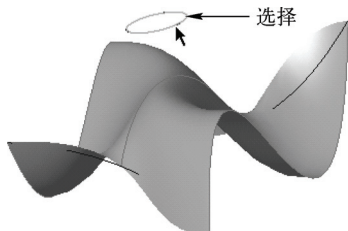

图 10-12 选择草绘图形
STEP 02 在功能区选项板的“模型”选项卡中, 单击“形状”面板中的“拉伸”按钮, 打开“拉伸”选项卡, 单击“曲面”按钮, 在绘图区中选择合适的草绘图形, 如图 10-12 所示。